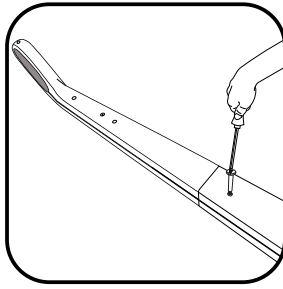

fig. 2
- Serrez la vis de blocage fournie à l'aide d'un tournevis. (fig.2)